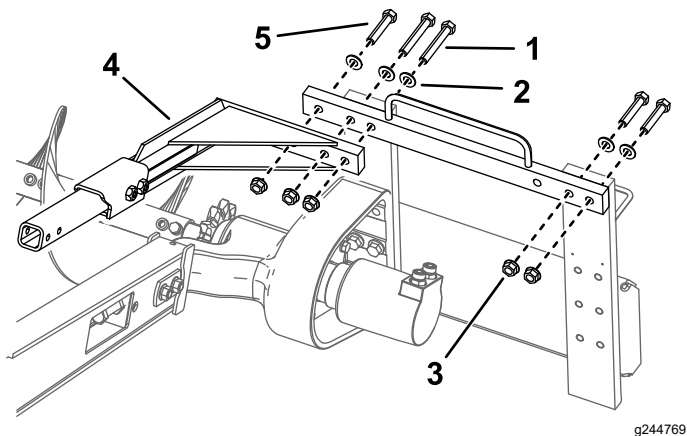

图 10
8. 拆下固定上框架右侧的 2 个螺栓 5/8 x 3 英寸、2 个垫圈和 2 个螺母然后将它们移至左侧对应的孔中图 10。
1. 螺栓——5/8 x 4 英寸 (2)
2. 垫圈 (5)
3. 螺母 (5)
5. 螺栓——5/8 x 3 英寸 (3)
9. 使用之前拆下的 3 个螺栓、垫圈和凸缘螺母将安全轨道总成安装到挖沟机链条上方图 10。